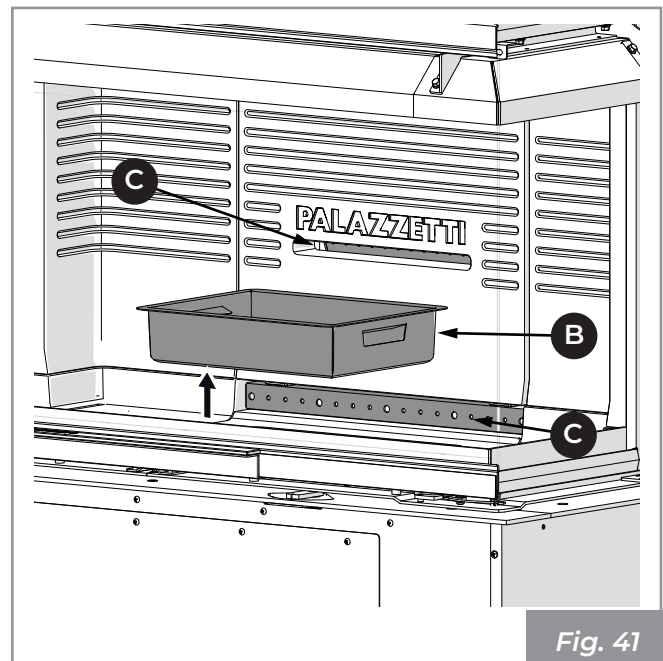

Fig. 41
- 2) Estrarre il cassetto cenere (B) dal basamento ed aspirare l'eventuale cenere depositata nei vani sottostanti (Fig. 41).
- 3) Aspirare i fori anteriori e posteriori (C) del distributore aria comburente al fine di evitare eventuali accumuli di cenere (Fig. 41).